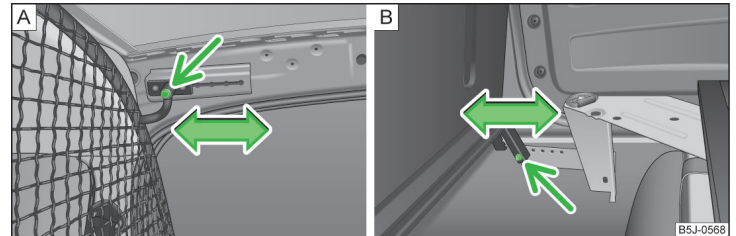

Abb. 96 Obere / untere Aufnahme der Sicherheitstrennwand
- › Auf jeder Seite im oberen Bereich der Karosserie eine Schraube » Abb. 96 - **A** und im unteren Bereich eine Schraube » Abb. 96 - **B** herausschrauben.